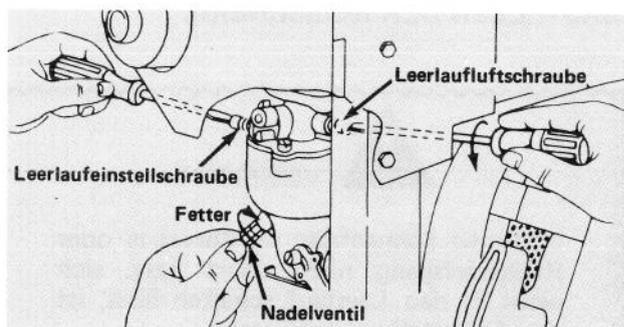

Abb. 45
1. Nadelventil (Abb. 45) – Das Nadelventil vorsichtig nach rechts drehen und fingerfest schliessen.
2. Das Nadelventil (Abb. 45) 1-1/2 Umdrehungen nach links öffnen.
3. Leerlauf Luftschraube (Abb. 45) – Die Leerlauf Luftschraube vorsichtig nach rechts drehen und fingerfest schliessen.
4. Die Leerlauf Luftschraube (Abb. 45) 1/4 - 3/4 Umdrehungen nach links öffnen.
6. Das Nadelventil (Abb. 45) nach rechts hindrehen, bis der Motor infolge magerer Gemischeinstellung zu stottern beginnt. Dann das Nadelventil nach links herausdrehen, bis der Motor infolge fetter Gemischeinstellung ungleichmässig läuft. Nun das Nadelventil wieder bis zum mittleren Punkt zwischen fetter und magerer Einstellung nach rechts drehen.
7. Die Drossel wieder auf LANGSAM stellen und die Leerlaufschraube (Abb. 45) so einstellen, dass der Motor schnellen Leerlauf hat (1750 U/min).
8. Die Leerlaufschraube (Abb. 45) nach rechts hindrehen, bis der Motor infolge magerer Gemischeinstellung zu stottern beginnt. Dann die Leerlaufschraube nach links herausdrehen, bis der Motor infolge fetter Gemischeinstellung ungleichmässig läuft. Nun die Leerlaufschraube wieder bis zum mittleren Punkt zwischen fetter und magerer Einstellung nach rechts drehen.
9. Die Leerlaufschraube nochmals nachregulieren (Abb. 45), bis der Motor mit 1750 U/min im Leerlauf läuft.